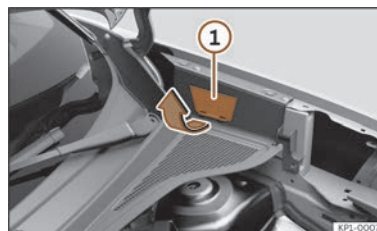

Fig. 63 Între panoul aripii stânga și balamaua capotei motorului: Capac pentru deblocarea manuală a ștecărului de încărcare.
Declanșatorul pentru mecanismul manual de deblocare se află în partea stângă a compartimentului motor, deasupra prizei de încărcare >>> **fig. 63.**
- Trageți de clemele capacului și culisați-l în sus >>> **fig. 63** Ⓜ pentru a expune mânerul.